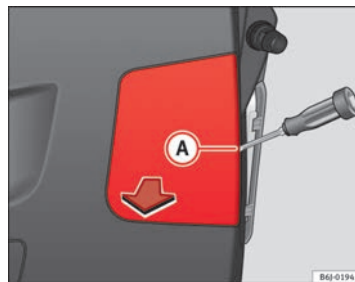

Abb. 171 Leuchten an der Heckklappe
- Nehmen Sie die Abdeckung mit Hilfe eines Schlitzschraubenziehers ab. Schieben Sie diesen in die Aussparung (A) ⇒ Abb. 171. ■